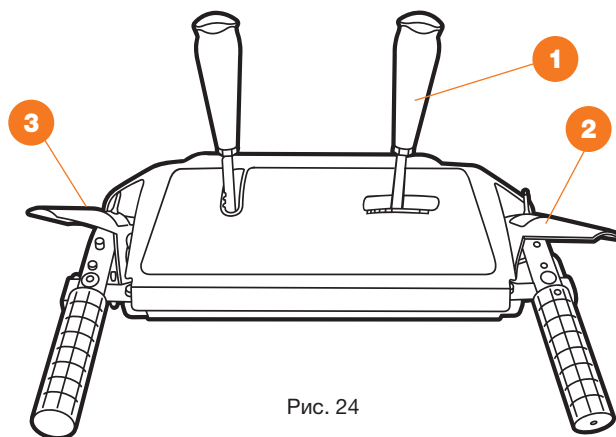

Рис. 24
- Установите требуемую рабочую скорость движения переключением передачи на панели управления. Перемещая рычаг выбора скорости **1**, установите его в одно из четырех положений **ВПЕРЕД** или в положение **НАЗАД** (Рис. 24).
- Нажмите на рычаг включения вращения шнека **2** и шнеки начнут вращаться. При отпускании рукоятки шнеки остановятся (Рис. 24).
- Нажмите на рычаг включения привода колес **3** и снегоуборщик начнет движение. При отпускании рычага снегоуборщик остановится (Рис. 24).
- При одновременном нажатии рукоятки включения вращения шнека **2** и рычага включения привода колес **3**, рычаг **3** можно отпустить, при этом движение снегоуборщика и вращение шнеков продолжится. Таким образом, не останавливая процесс уборки, вы можете свободной рукой отрегулировать направление и дальность выброса или включить фару (Рис. 24).
- Для остановки снегоуборщика отпустите рычаг включения привода хода **2** и привод колес, вращение шнека автоматически выключатся (Рис. 24).
- При отпущенном рычаге включения вращения шнека ② (в верхнем положении), трос привода должен иметь небольшое ослабление. Он не должен быть сильно натянут (Рис. 24).
- Находясь в положении оператора (за снегоборщником) включите шнек, нажав на рычаг включения вращения шнека ② (Рис. 24).
- Оставьте шнек в рабочем состоянии примерно на 10 секунд, после чего отпустите рычаг включения вращения шнека ② (Рис. 24). Повторите эту процедуру несколько раз.
- При включенном двигателе и установленном в верхнее положение рычаге включения шнеков ②, подойдите к снегоборщнику со стороны ковша (Рис. 24).